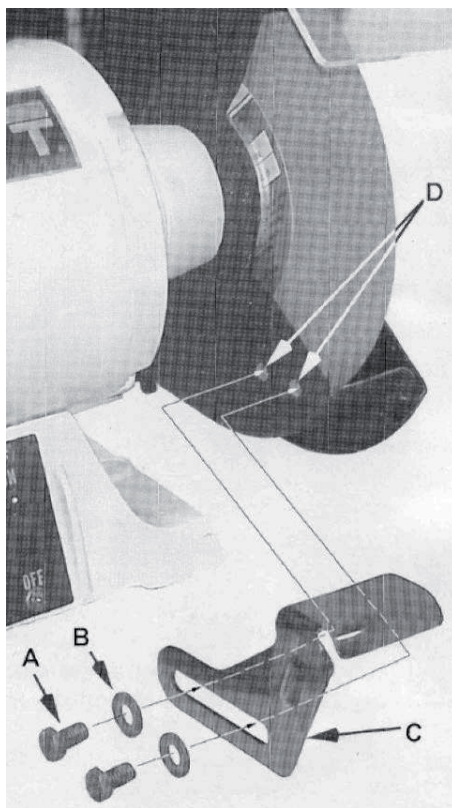

Рис. 1
Посилаючись на рисунок 1:
- Є правий та лівий підручники. Дивіться на рисунок 1, аби впевнитися в тому, що Ви встановлюєте їх правильно.
- Використовуючи болти (A) та шайби (B) із пластикового пакету, зафіксуйте упори для рук, накрутивши два болти (A) через дві плоскі шайби (B) і кронштейн підручника (C) на корпус кола (D), як зазначено на рисунку 1.